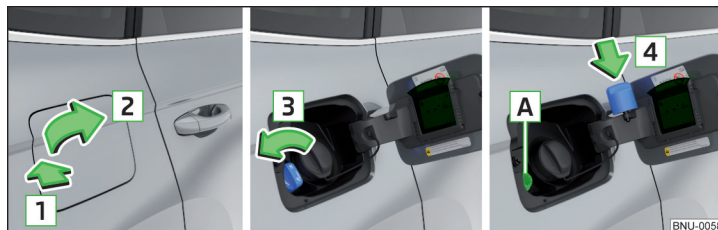

Fig. 295 Abrir la tapa del depósito/ desenroscar el cierre del depósito/ colocar el cierre del depósito en la tapa del depósito
- Presionar la tapa del depósito en el sentido de la flecha **1** y abrirla en el sentido de la flecha **2** » fig. 295.